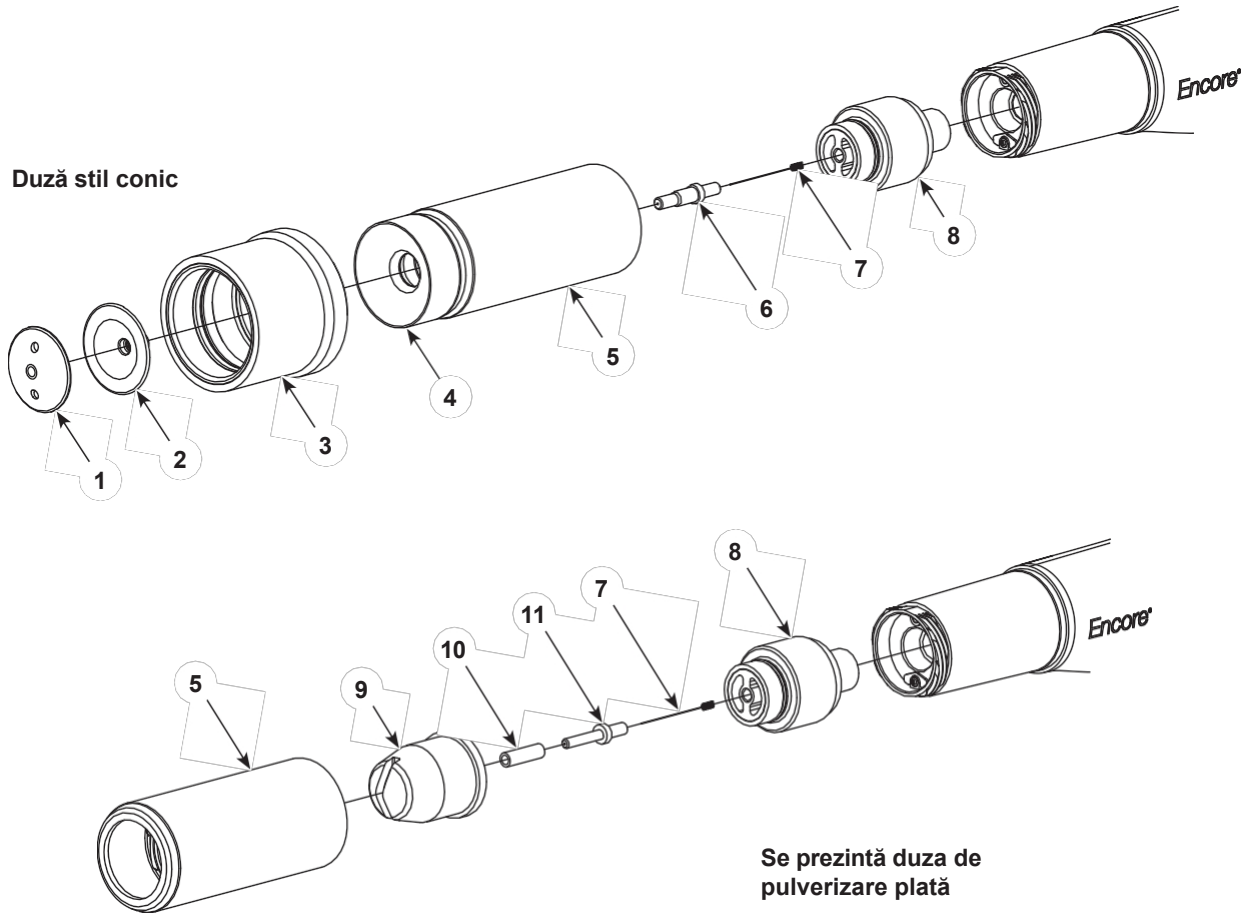

Figura 7 Schimbarea de la duza de pulverizare conică la cea plată sau de colț (prezentată cu duza de pulverizare plată)
A se vedea figura 7. Pentru a trece de la duza conică standard la o duză de pulverizare plată sau de colț, trebuie comandate următoarele elemente:
3. A se vedea figura 7. Scoateți duza din pistol:
**Duză conică:** Deșurubați capacul deflectorului (1), apoi scoateți deflectorul (2). Deșurubați piulița duzei (4) și scoateți-o din pistol împreună cu duza și manșonul modelului (3).
**Duză de pulverizare plată sau de colț:** deșurubați piulița duzei (4) și scoateți-o împreună cu duza (8) din pistol.
4. Scoateți suportul electrodului (7) din pistol.
7. Dacă utilizați o duză conică, scoateți manșonul modelului (3) de pe piulița duzei și de pe duză. Curățați toate piesele îndepărtate cu un pistol de suflat cu presiune scăzută. Ștergeți piesele cu o cârpă curată și uscată.